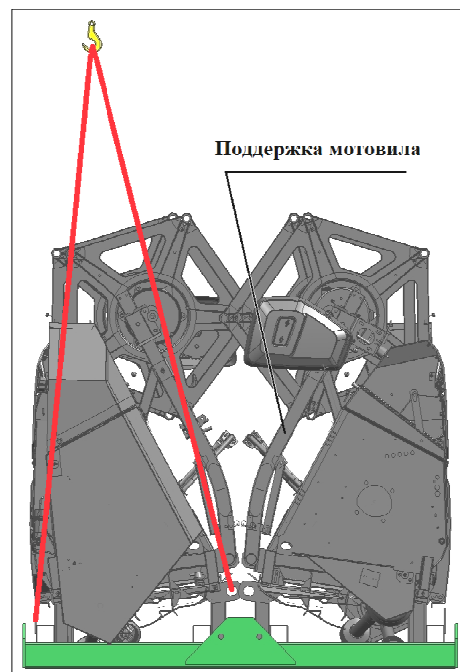

Рисунок 8.16
3) обвязать жатки проволокой между собой (через отверстия ушей на траверсах обеих жаток), обвязать поддержки мотовила (рисунок 8.16).